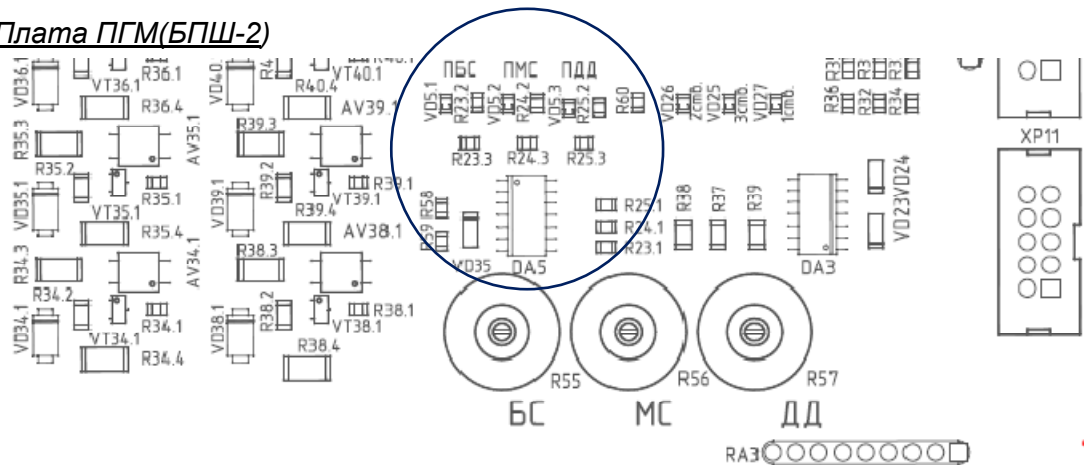

рис.8
2. Проверить схему контроля перегрузки по току (ХК327.33.10 ЭЗ, лист 2) см. рис. 8